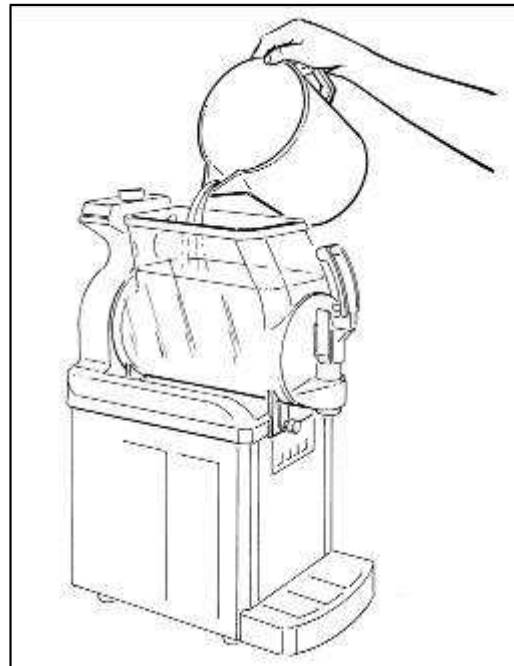

Abb. 5
- Das angerührte Produkt in den Behälter geben (siehe Abb. 5).